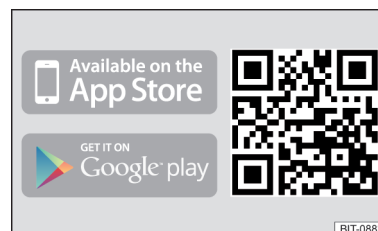

Fig. 137
► Leer el código QR » fig. 137.